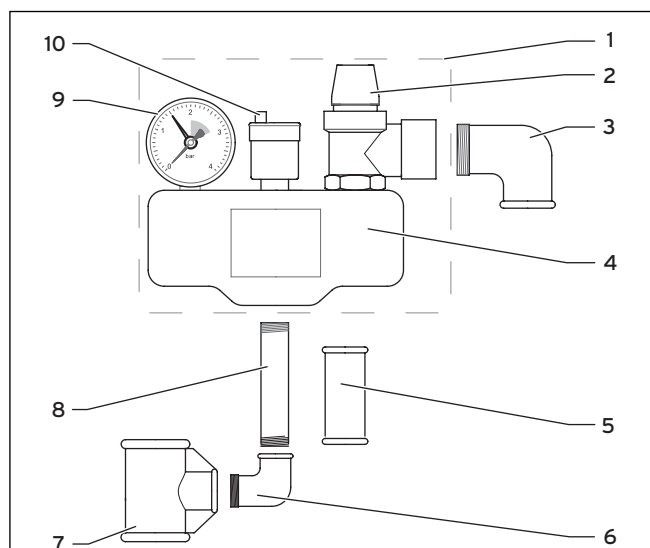

Fig. 3.1 Groupe de sécurité
- Vérifiez le contenu de la livraison à l'aide de la fig. 3.1 et du tabl. 3.1.
- Vérifiez chaque année et à chaque mise en fonctionnement la fonctionnalité de la soupape de sécurité (2, fig. 3.1)